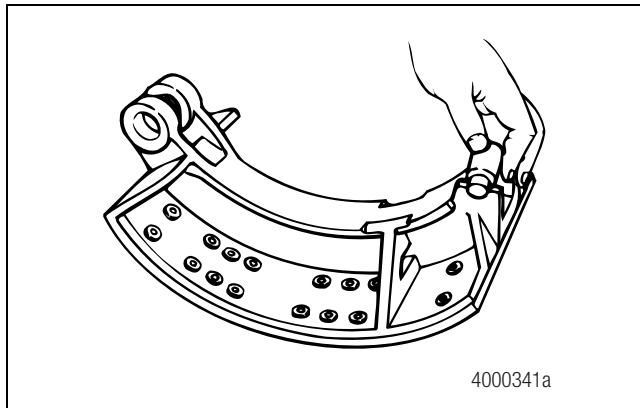

Figura 3.10
4. Use un punzón de latón para retirar el pasador de anclaje de la parte inferior. Retire la zapata inferior. Si es necesario, retire los rodillos. Figura 3.10.